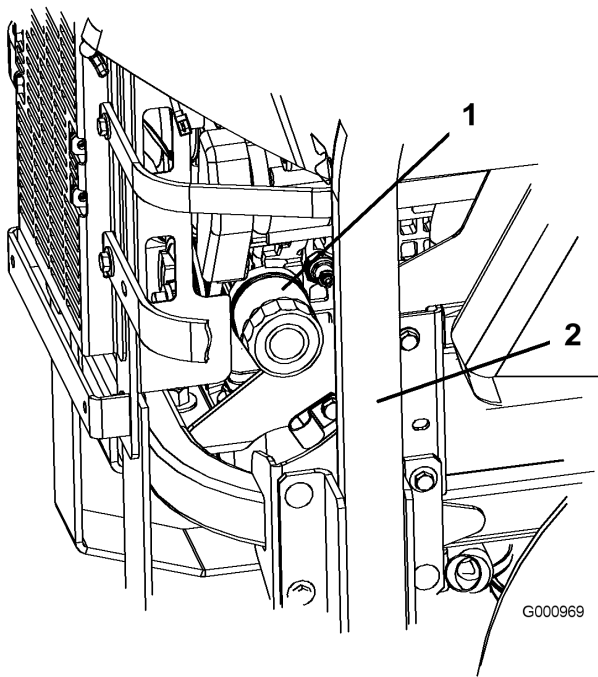
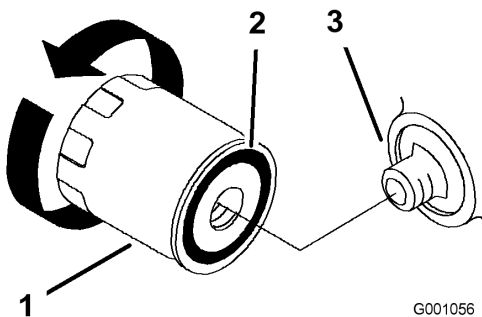

Figure 40
Figure 41
3. Tournez le filtre dans le sens anti-horaire pour le déposer (Figure 40 et Figure 41).